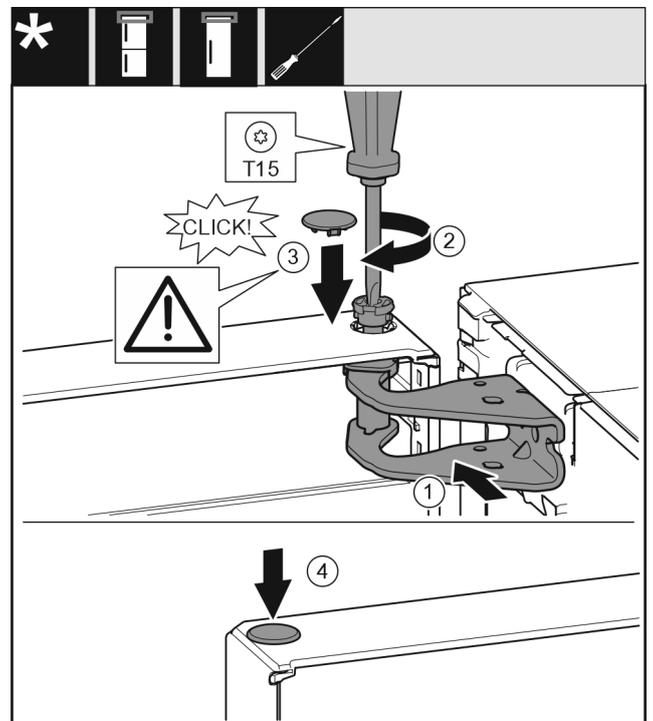

Fig. 15
- ▶ Orienter la porte en haut pour l'ouverture dans le support de palier. Fig. 15 (1)
- ▶ Poser le boulon et le visser avec un tournevis T15. Fig. 15 (2)
- ▶ Monter le cache de sécurité pour sécuriser la porte : Mettre en place le cache de sécurité et vérifier qu'il repose sur la porte. Sinon, enfoncer à fond le boulon. *Fig. 15 (3)*
- ▶ Mettre le bouchon en place. *Fig. 15 (4)*